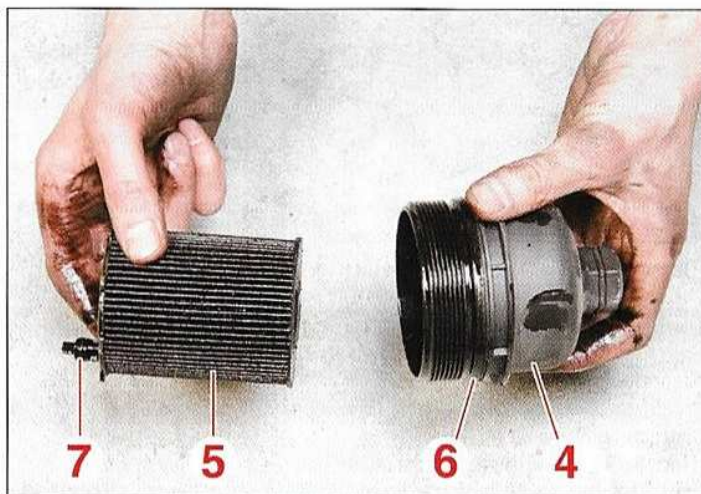

FIG.4
- Extraire la cartouche (5) du couvercle (4), en tirant dessus fermement et dans l'axe (Fig.4).
- Remplacer le joint (6) et le lubrifier légèrement ainsi que le filetage du couvercle (4).
- Reposer, sur le couvercle (4), une cartouche neuve avec son téton équipé d'un joint neuf (7).